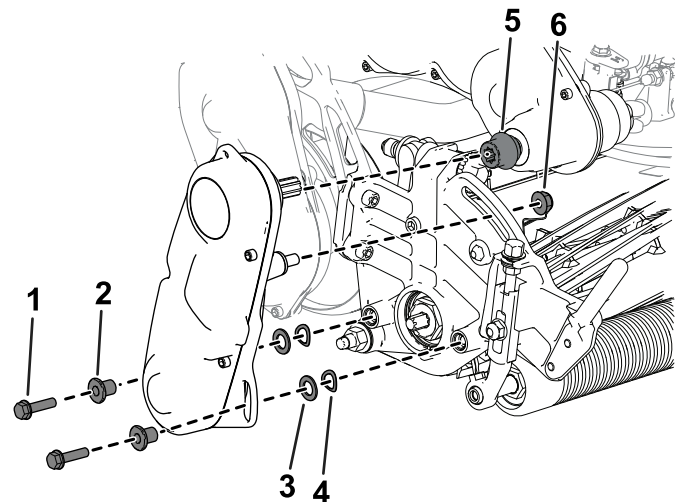

Bild 5
- Montieren Sie die Kupplung an der Antriebswelle des Getriebes (Bild 5).
- Verwenden Sie die zuvor entfernten Befestigungsmittel, um den Spindeltrieb in das Mähwerk einzubauen (Bild 5).
- Stellen Sie sicher, dass sich die Kupplung (Bild 5) auf der Antriebswelle des Getriebes leicht hin und her bewegen lässt.